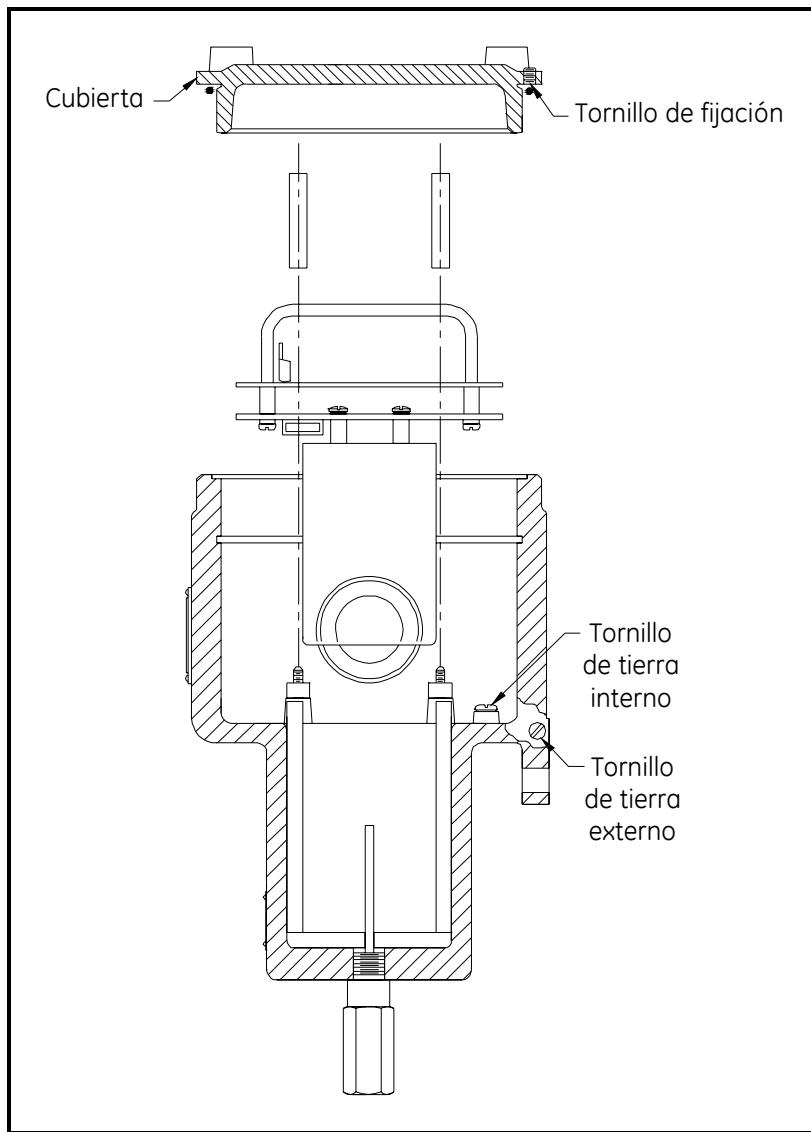

Figura 1-3: Ubicaciones del tornillo a tierra del XMO2
1. Use la Figura 1-3 a continuación o la Figura 1-7 en la página 1-16 para localizar el tornillo a tierra deseado.